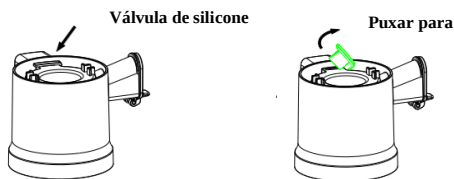

Fig. 11
- 3.No caso de ficarem resíduos na boca do bico da polpa, puxe a válvula de silicone como se mostra na (Fig. 11) abaixo e limpe-a com água corrente.